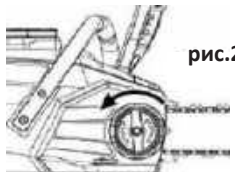

рис.2
2. Поверніть ручку фіксатора напрямної пластини проти годинникової стрілки та відкрийте бічну кришку (рис. 2).